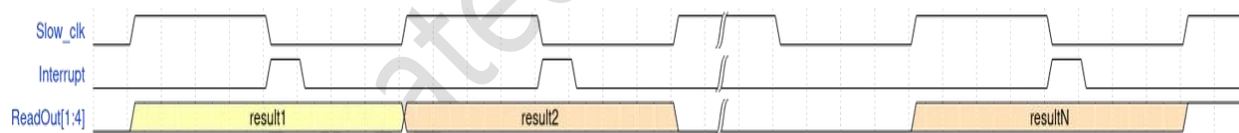

图 12：芯片的输出（Interrupt_O + READOUT[1:4]）参考 SLOW_CLK
- Speck™ 芯片/模组的输出都是参考 SLOW_CLK：其中，在一个 SLOW_CLK “读出”周期内，Interrupt_O 管脚有短暂的（<3us）拉高（置“1”），然后迅速被更新，重回到“低”状态（置“0”），而 READOUT[1:4]的状态会保持一个 SLOW_CLK 周期的长度，直到在下一次 Interrupt_O 状态有变化时，才会被改写（参考下图 12）